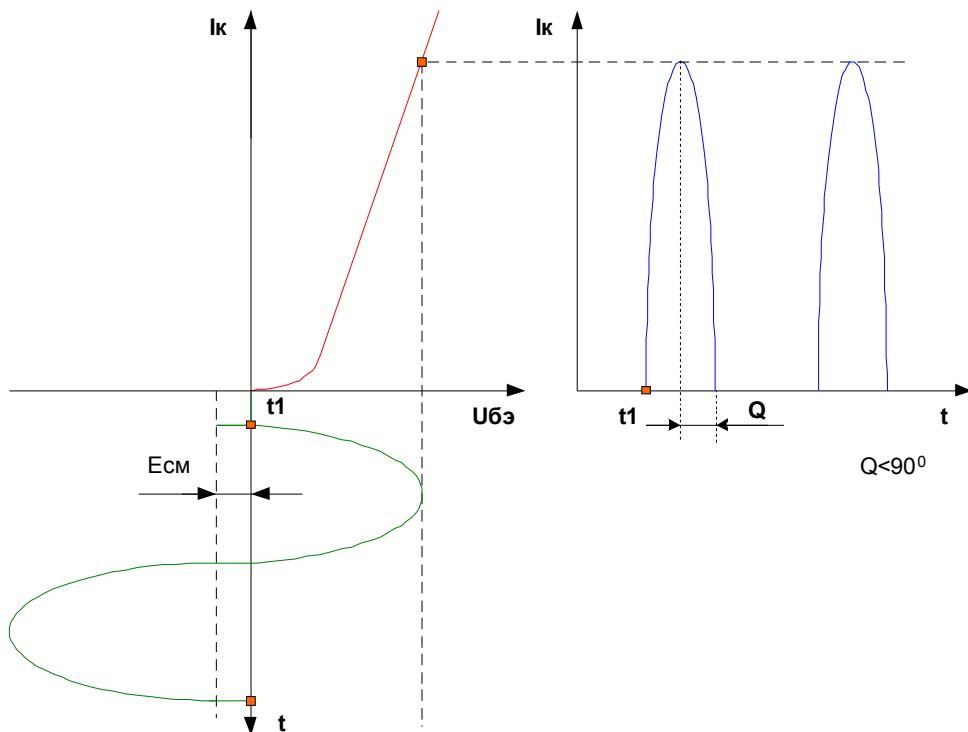

Рис. 239
5) Режим работы класса С. Это режим, при котором величина E_{cm} имеет отрицательное значение (смотрите рисунок 239).